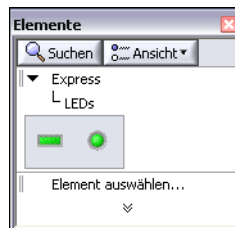

Abbildung 3-4. Die Unterpalette "LEDs"
2. Klicken Sie in der Palette **Express** auf die Unterpalette **LEDs** (vgl. Abbildung 3-4).